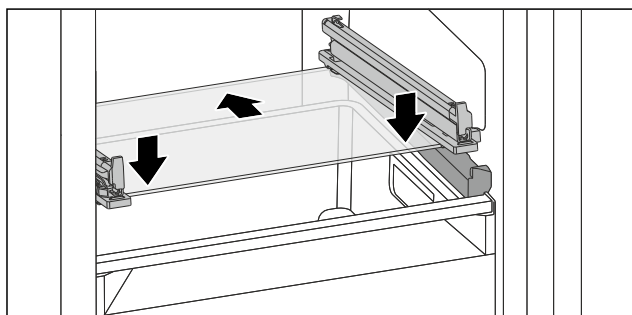

Fig. 86 Skleněná deska odklápací zásuvky
- Nasadte skleněnou desku šikmo za zářádky. (viz Fig. 86)